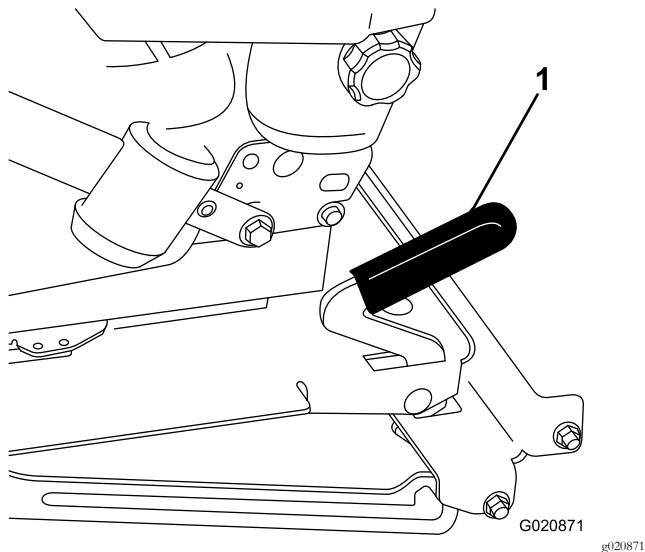

Figura 33
2. Per sbloccare il sedile tirate avanti l'apposita leva del dispositivo di chiusura e sollevate (Figura 33).